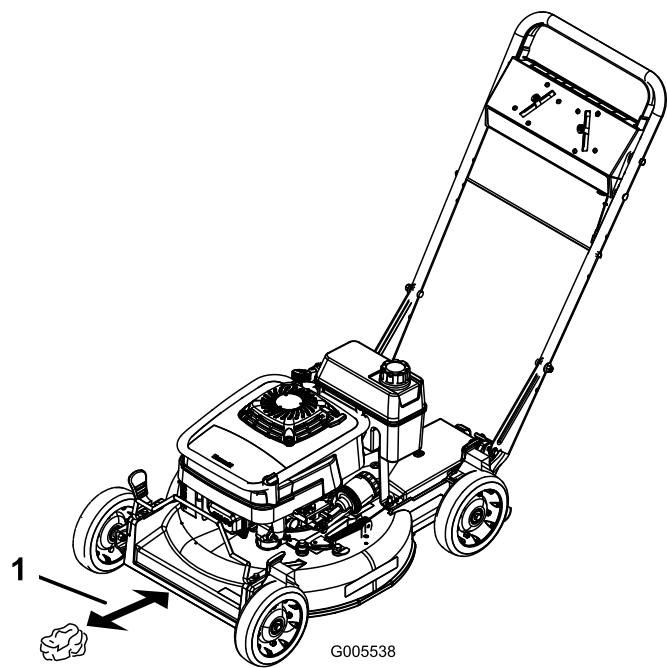

Figura 14
para pasar por debajo de la plataforma (unas 75 mm de diámetro), según muestra Figura 14.
6. Coloque la bola de papel de periódico a unas 13 cm por delante del cortacésped (Figura 14).
- A. Coloque la bola de papel de periódico a unas 13 cm por delante del cortacésped (Figura 14).